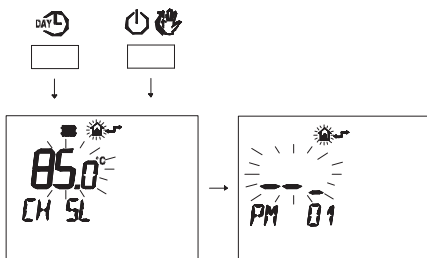

Рис. 5.46
- С помощью кнопки 12 (Рис. 5.26) подтвердите заданное значение. На дисплее на 3 сек. появится надпись **Ok** (Рис. 5.46) с последующей визуализацией перечня параметров (Рис. 5.29).
- Нажмите одновременно кнопки  и , чтобы войти в поле ввода настроек (Рис. 5.46).